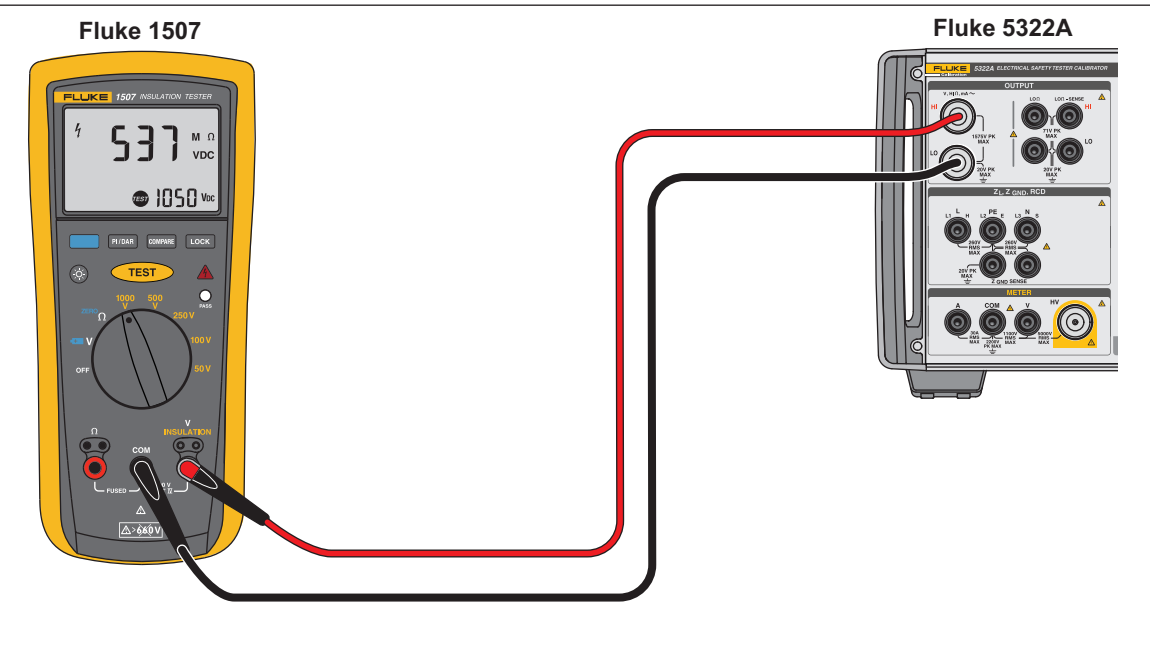

图 33.校准手持式绝缘测试仪的绝缘电阻
2. 按照图 33、34 或 35 所示，将被测仪器连接到产品的 **HI Ω OUTPUT HI** 和 **LO** 端子。